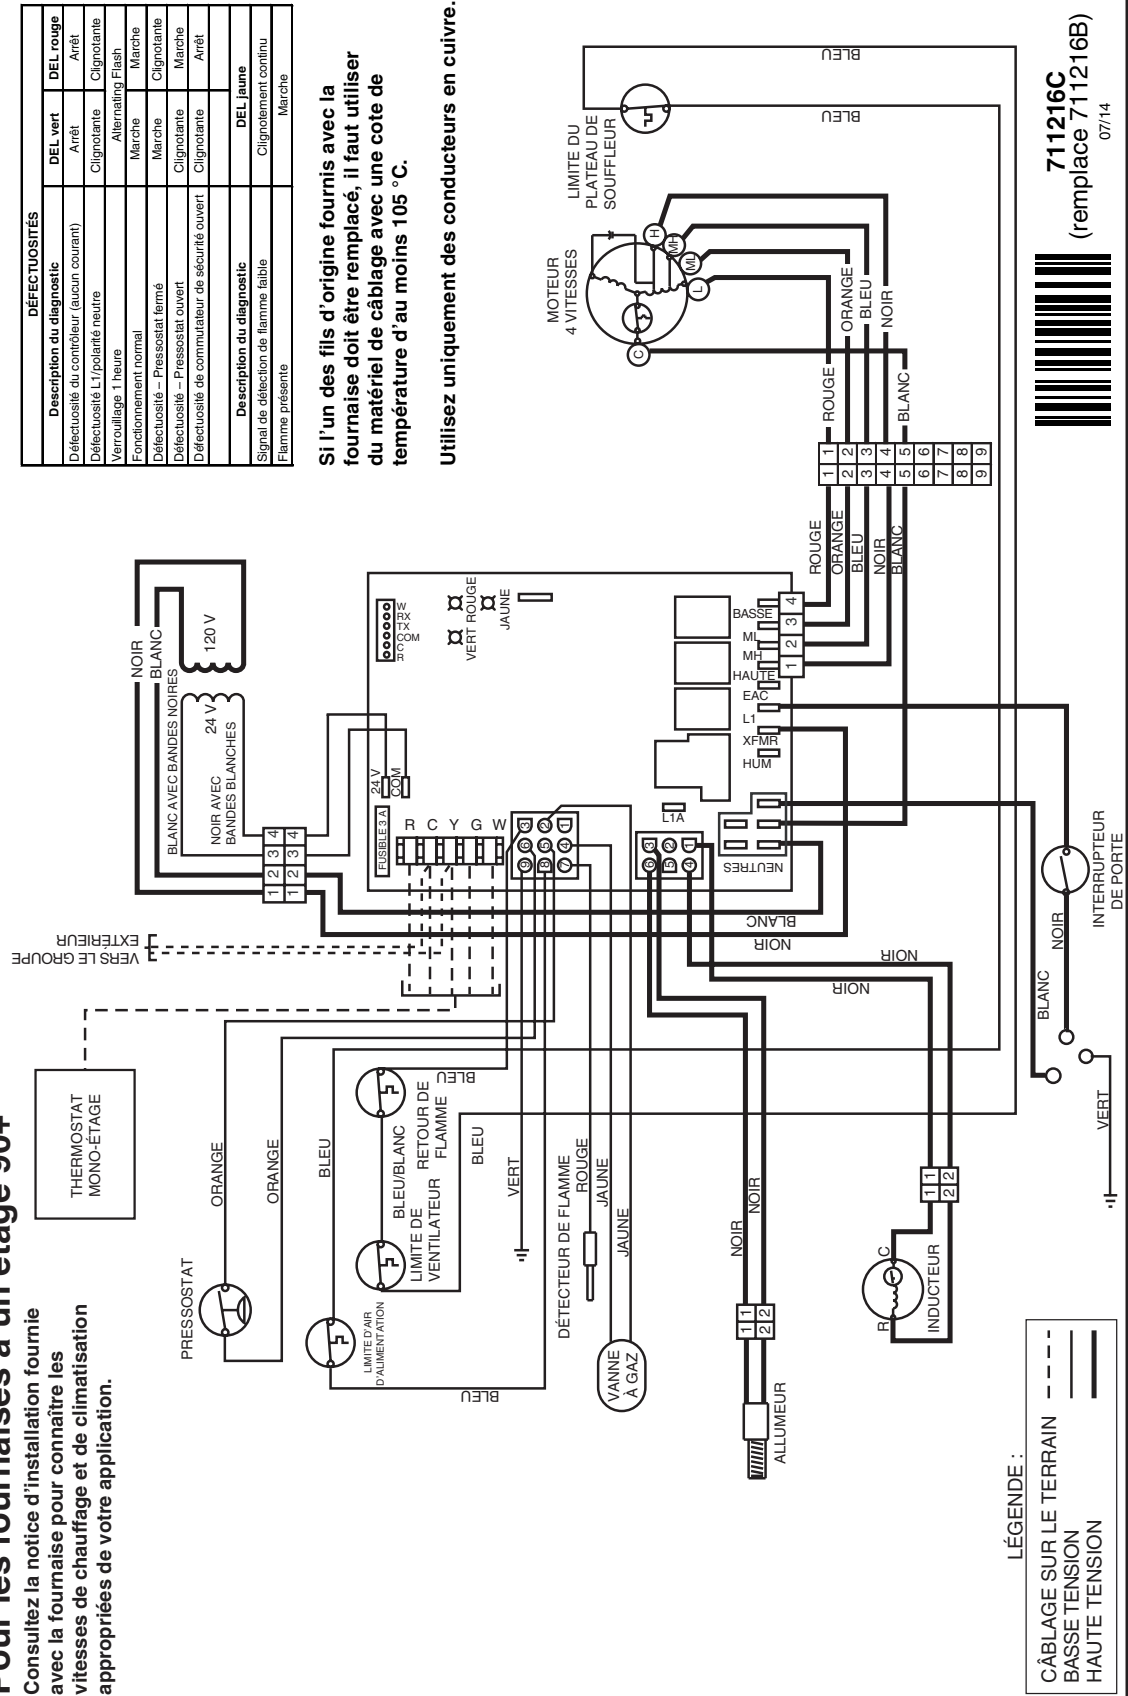

Figure 28. Schéma de câblage M7RL
- Est-ce que toutes les DEL sur les tableaux de commande de la fournaise sont constamment ALLUMÉES? Sinon, consultez le Tableau 7 ou le schéma de câblage (Figure 28 \(page 34\)) pour déterminer la cause de la panne.